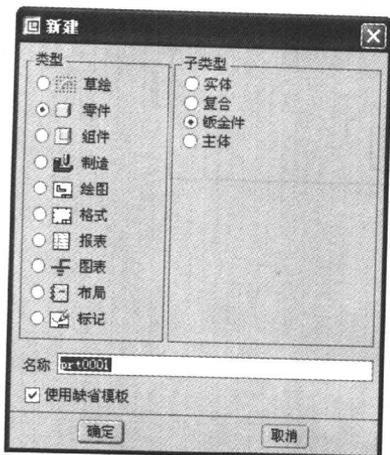

图 1-6 “新建”对话框
(1) 在工具栏中单击【新建】按钮, 打开“新建”对话框, 在“零件”的“子类型”选项组中选中“钣金件”单选按钮 (即先选中“类型”选项组中的“零件”单选按钮, 再在“子类型”选项组中选中“钣金件”单选按钮), 如图 1-6 所示。
(2) 接下来需要在“名称”文本框中输入钣金件的文件名, 系统默认的文件名是 prt#。其中, “#”是当前新建文件的流水号, 如 prt0001、prt0002, 依次类推。
(3) 然后需要指定文件的模板，系统默认为选中“使用缺省模板”复选框，表示选用默认模板。钣金件设计默认使用的模板是 inlbs_part_sheetmetal，即使用英寸 (in)、磅 (lb) 和秒 (s) 作为单位的钣金件设计模板。